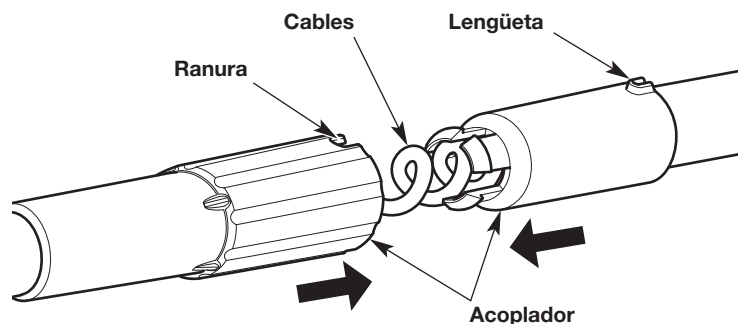

Fig. 1
1. Despliegue la pértiga y alinee ambos extremos. No tuerza ni presione los cables expuestos (Fig. 1).
2. Alinee la lengüeta en un extremo del acoplador con la ranura en el otro extremo (Fig. 1).